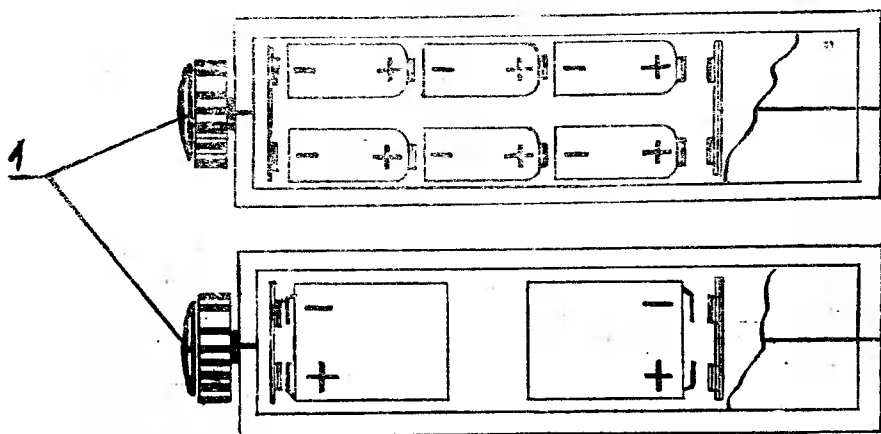

Рис. 2.
6.1.1. Прежде чем включить приемник, необходимо установить элементы питания. Установку элементов или батарей производить согласно схеме, указанной на крышке батарейного отсека приемника и рис. 2 настоящего руководства. Раздвинув источники питания к стенкам отсека, установите крышку и закрепите ее с помощью защелки.